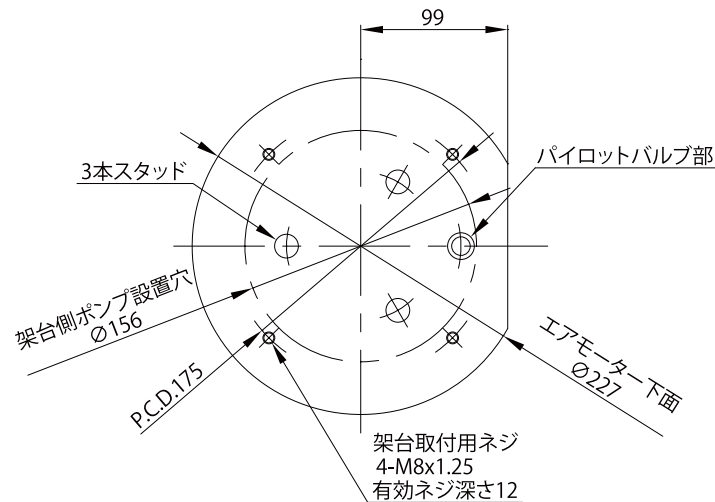

Fig.4 本製品の架台取付寸法
- 1) 本製品の設置は、下記の条件に見合った場所とし、本製品の取付寸法は、**Fig.4**を参照してください。